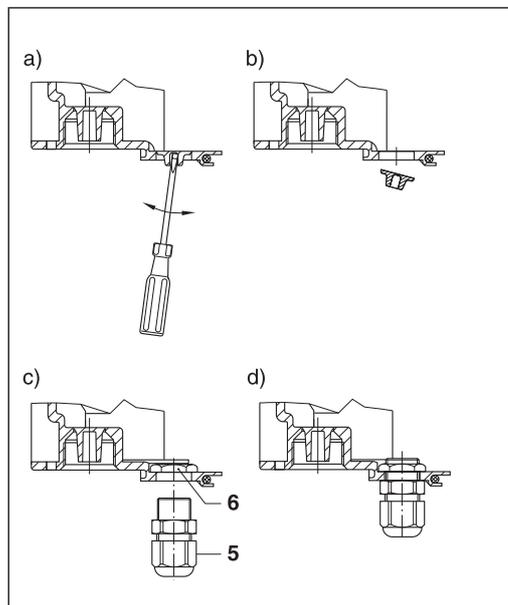

Fig. 3 : Rangée avant
- Rangée avant (fig. 3) : tournevis DIN 5262-B, taille 0 (Ø 3,0 mm)